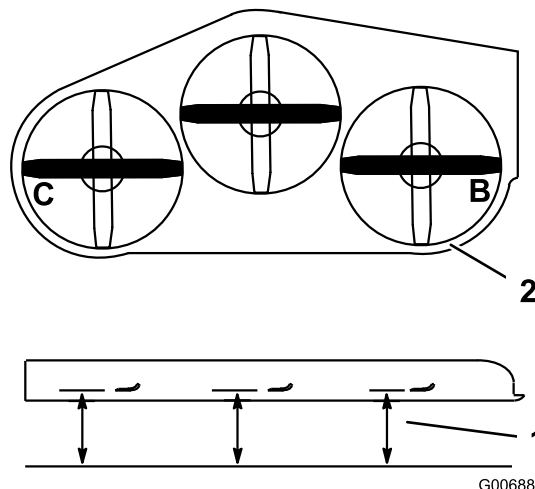

Figura 83
3. Disponete le lame in posizione laterale rispetto alla macchina. Misurate ai punti **B** e **C** da una superficie piana fino al tagliente della punta della lama (Figura 83).